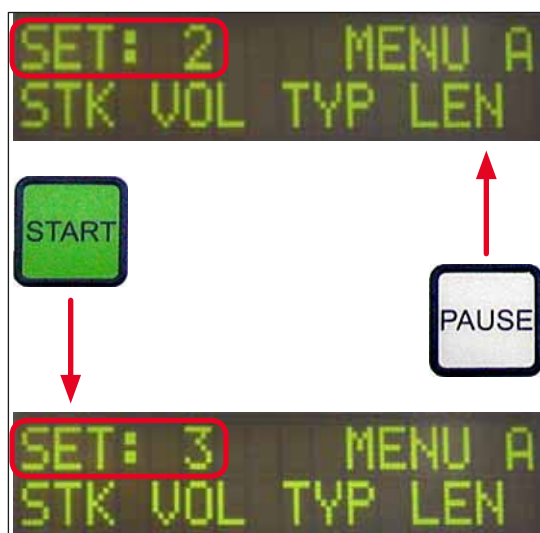

Bild 39
① Det finns sammanlagt fyra program (**SET 1** till **SET 4**) som kan lagras i instrument med olika parameterinställningar.
- När du trycker på **PAUSE** (PAUS) öppnas närmaste lägre program (→ Bild 39).